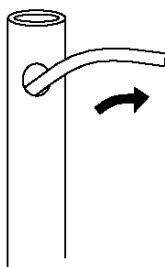

fig. 7.2a
- Make an 8mm hole on the pole through which the connecting cable should pass (fig. 7.2a).
- Pratiquer un trou de 8mm de diamètre sur le poteau pour le passage du câble de raccordement (fig. 7.2a)